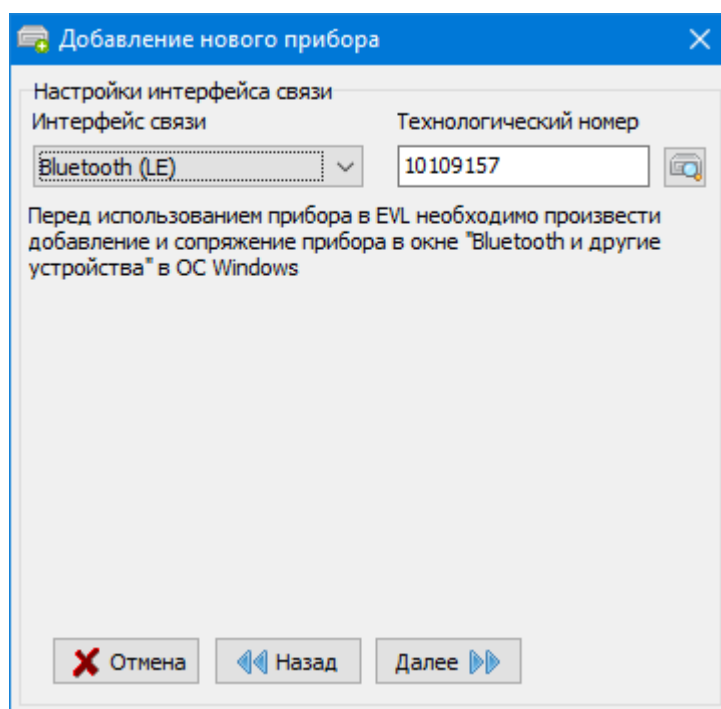

Рис. D.8. Добавление прибора с Bluetooth Low Energy
В случае успеха система выведет соответствующее сообщение (рис D.7), а в списке доступных устройств появится добавленный прибор (рис. D.8).
Приборы с Bluetooth Low Energy в окне добавления нового прибора имеют интерфейс связи «Bluetooth (LE)» (рис. D.8). Они не создают в системе COM-портов при сопряжении и требуют указания только технологического номера для связи. По нажатию кнопки справа от поля ввода технологического номера («Найти приборы») программа найдёт все сопряжённые с системой приборы АО «ЭКСИС» и АО «Практик-НЦ» и попытается вычитать из них наименование, версию прошивки и технологический номер.